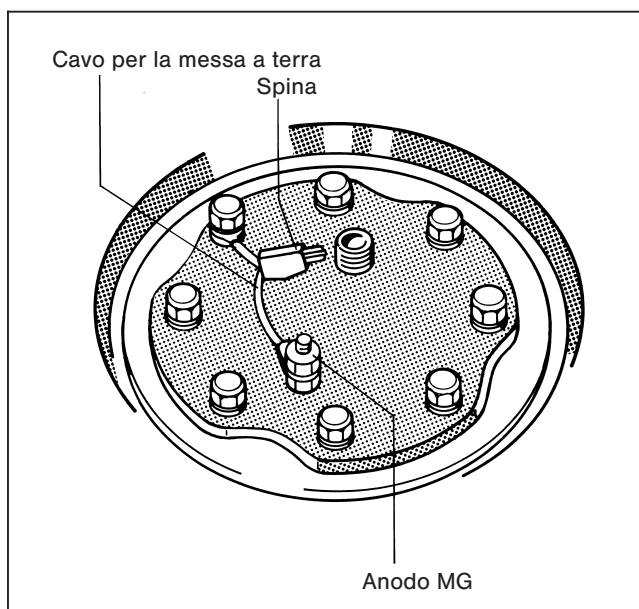

Fig. 10
- Verificare se l'anodo di magnesio sia stato montato e se il cavo per la messa a terra sia stato collegato (Fig. 10).
- Apparecchi di regolazione Ecomatic 4000: Estrarre la spina al cavo per la messa a terra (Fig. 10).
- Svitare i bulloni esagonali del coperchio passamano, togliere il coperchio passamano con l'anodo di magnesio e la guarnizione (Fig. 10).
- Ricollegare l'asola del cavo di terra e rimettere i bulloni (Fig. 10).